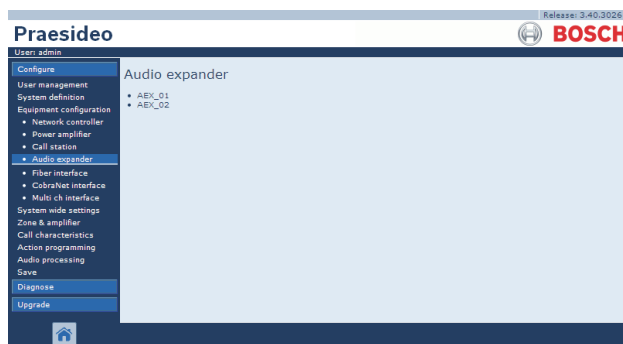

figure 44.36 : Configuration d'une unité d'extension audio, étape 1
- 1 Allez à *Configure > Equipment configuration > Audio expander*. Un écran semblable à celui de la figure 44.36 s'affiche dans le cadre principal de l'interface Web.